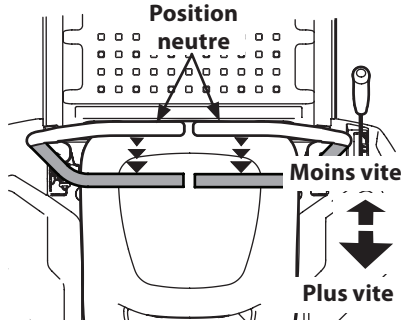

Figure 30
- Poussez les barres de conduite lentement et graduellement vers l'arrière. L'appareil commencera à reculer. Voir Figure 30.